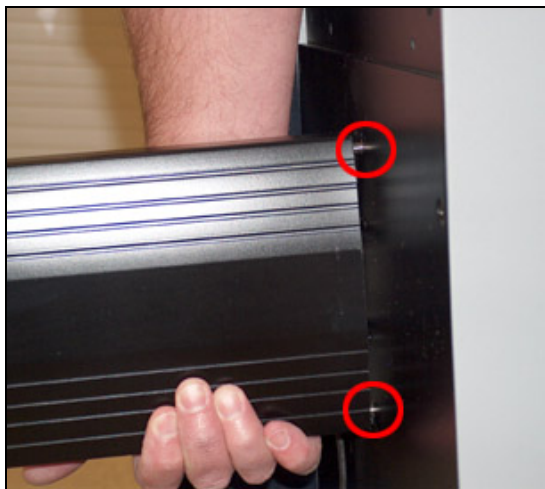

图 8. 将横梁和右侧支撑柱连接
4. 将**横梁**对准**右侧支撑柱(图 8)**上相应的螺钉安装孔